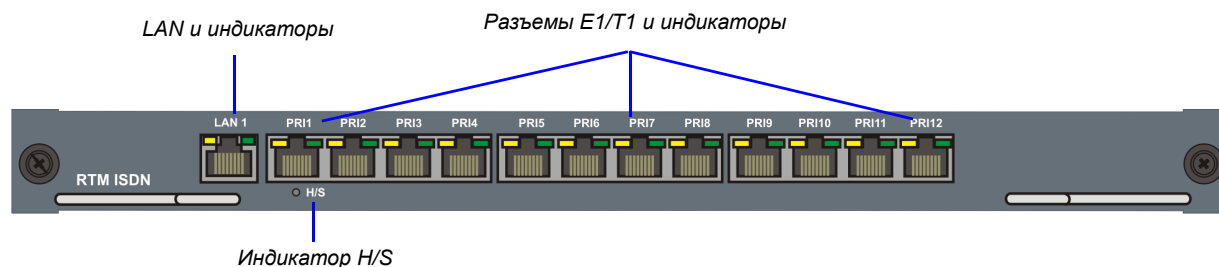

Рис. 1-3 RMX 2000 Компоновка задней панели RTM ISDN устройства
- В любой из 12 разъемов можно подключить 7 линий E1 или 9 линий T1 PRI, как показано на Рис. 1-3.